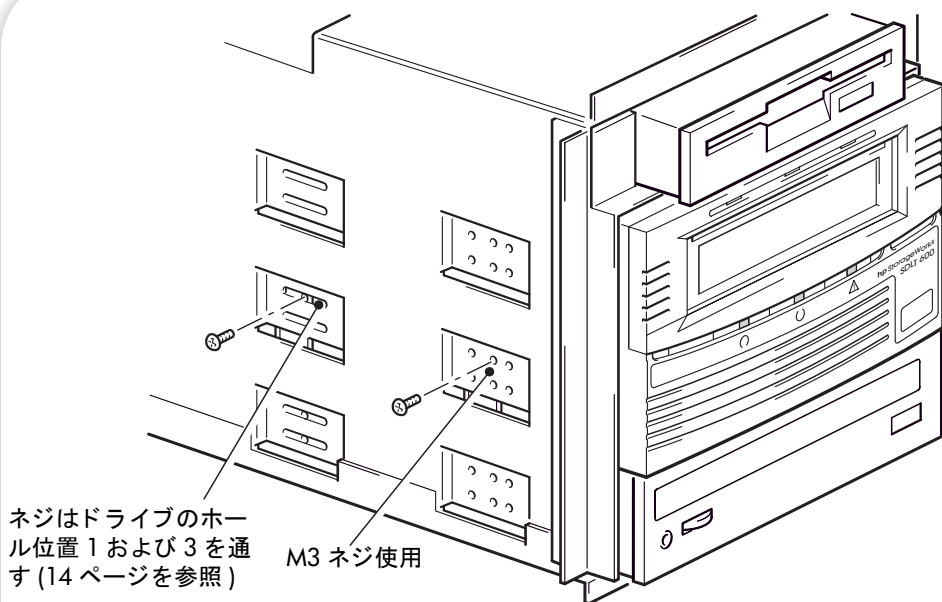

図 8b: マウント用部品を使わないドライブの固定 (図は HP AlphaServer ES40 の例)
- 1 テープ・ドライブ付属の M3 ネジを使用して固定します。シャーシの穴がテープ・ドライブ側面の穴と一直線上に揃っていることを確認し、図 8b に示すように M3 ネジを使用して通常のプラス・ドライバで固定します。ネジをテープ・ドライブの右手のホールに差し込みます (ホール 1 および 3)。